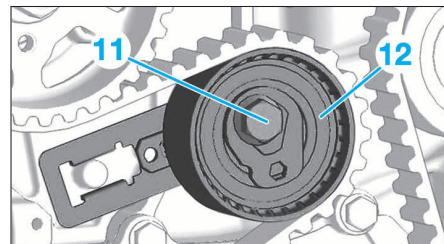

FIG. 7
- Desserrer la vis de fixation (11) du galet tendeur (12) en retenant sa détente à l'aide d'une clé six pans (Fig.7).